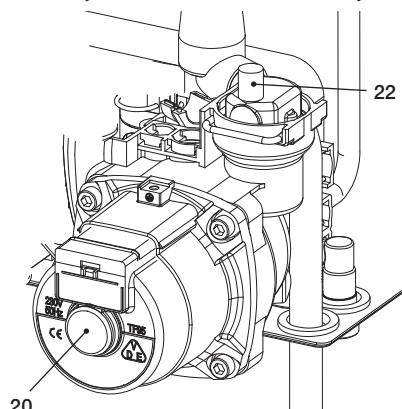

Рисунок 6.1
- Ослабьте пробку автоматического воздушного выпуска 22, см. Рисунок 6.1.
- Снимите пробку 20, см. Рисунок 6.1, и разблокируйте насос, повернув ротор отверткой.